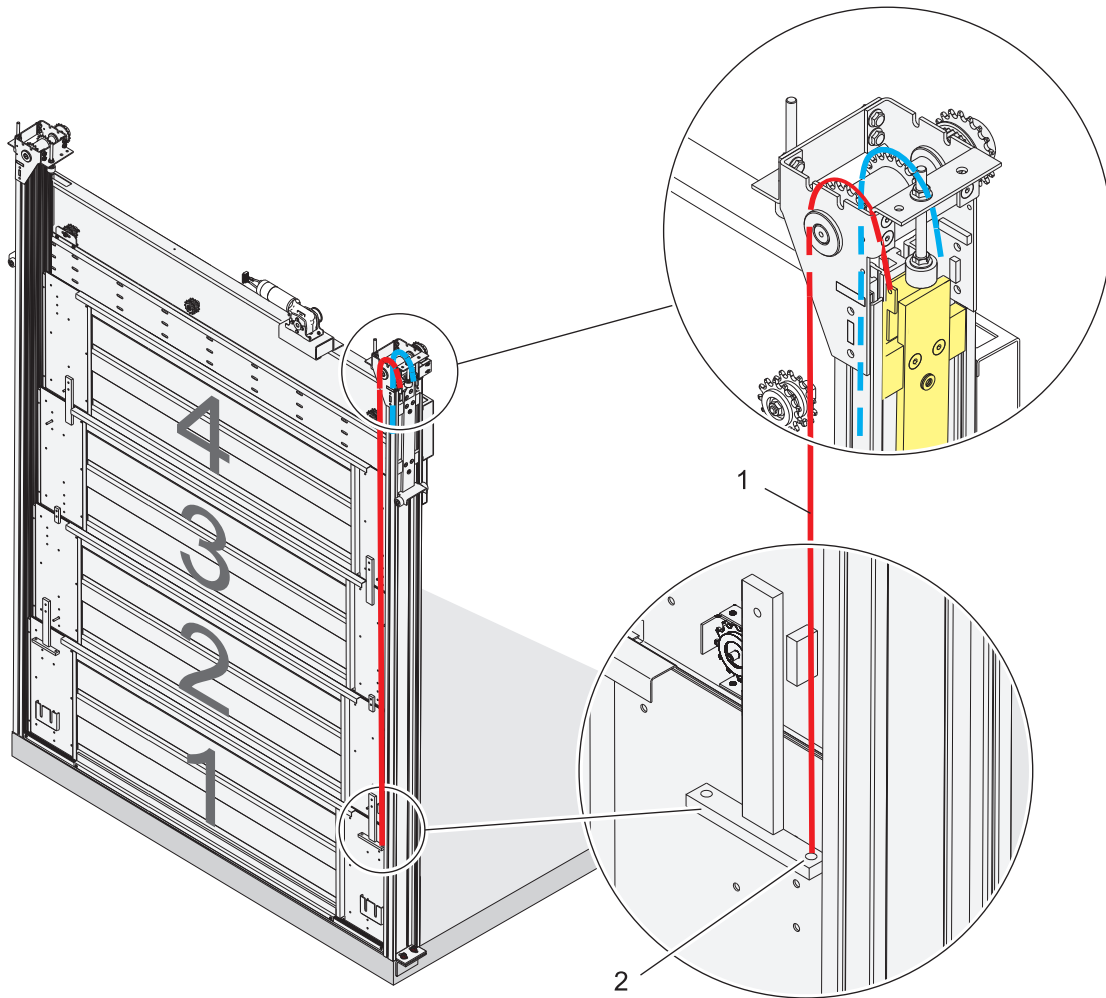
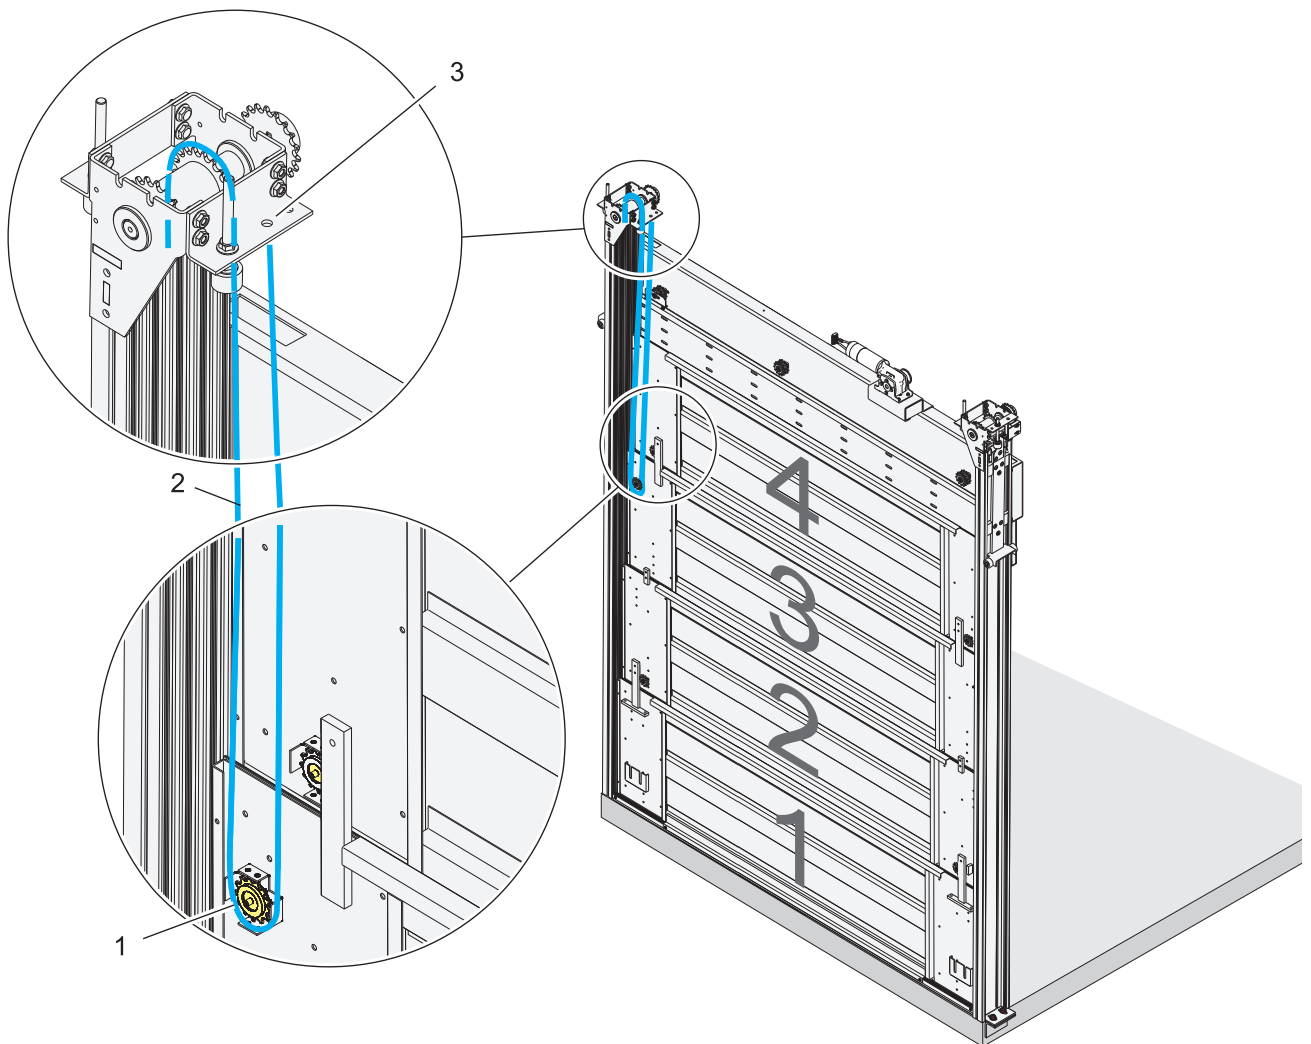

Abb. 22
Abb. 23
- Gewichtsschlitten durch gleichmäßiges Spannen der beiden Ketten „eins“ und „zwei“ (Abb. 22 und Abb. 23) so positionieren, dass sich beide Schalterelemente (7 und 8) auf gleicher Höhe befinden
- Sicherstellen, dass das Maß (A) = $41,5 \pm 2,5$ mm hergestellt ist. Ggf. den Winkel (2) nach Lösen der Befestigungen (6) entsprechend positionieren und wieder fixieren
- Gummipuffer (5) so einstellen, dass er das Gewicht berührt und die Spindel mit den Muttern (4) kontern
- Gewichtsschlitten durch gleichmäßiges Spannen der beiden Ketten „eins“ und „zwei“ (Abb. 22 und Abb. 23) so positionieren, dass das Maß (A) = 10,5 mm hergestellt ist. Ggf. den Winkel (1) nach Lösen der Befestigungen (6) entsprechend positionieren und wieder fixieren